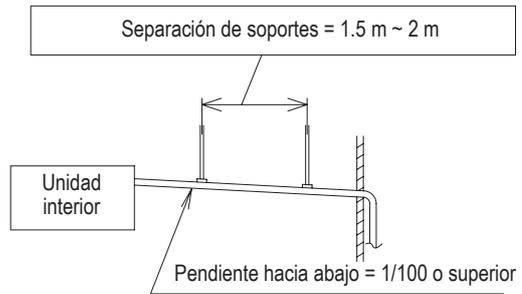

Fig. 1-8
- Asegurarse de que el tubo de drenaje está en pendiente (1/100 o mayor; descendente a partir de la conexión al orificio de salida). (Fig. 1-8)